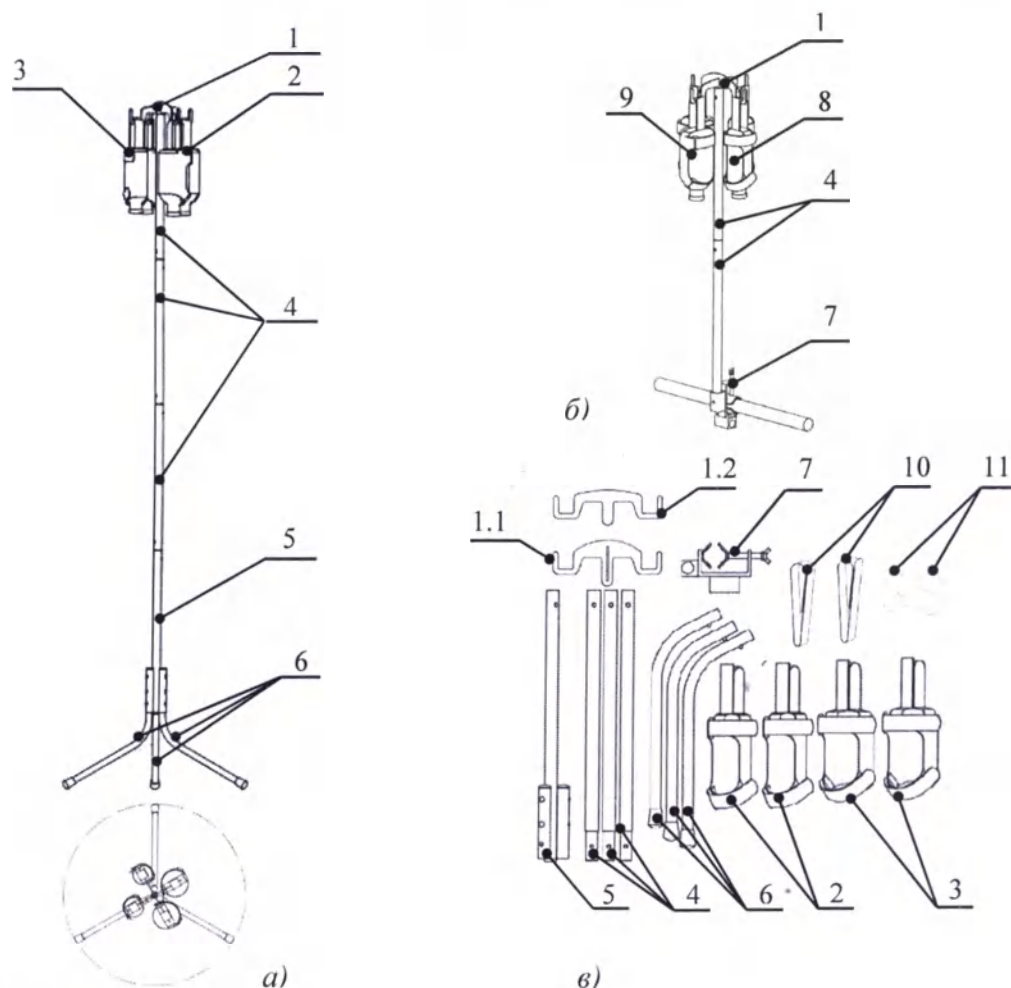

Рис. 1. Общий вид изделия.
Штатив конструктивно представляет сборно-разборное изделие (см. рисунок 1), имеющее следующие составные элементы и узлы. Основание стойки (5), размещаемое на трех ножках штатива (6) для размещения на полу, соединяется с тремя коленами стойки (4), образуя стойку штатива. Внутри верхнего колена стойки вставляется крестовина (1), образуемая при установке перекладины-держателя №2 (1.2) в прорезь перекладины-держателя №1 (1.1). Каждая перекладина-держатель имеет по два крюка.